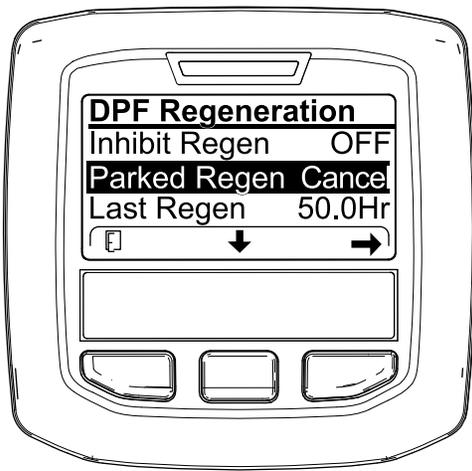

Figura 65
- Acceda al menú DPF Regeneration (Regeneración de DPF) (Figura 65).
2. Pulse el botón central para desplazarse hacia abajo, hasta la opción PARKED REGEN CANCEL (Cancelación de regeneración con máquina aparcada) (Figura 65) o la opción RECOVERY REGEN CANCEL (Cancelación de regeneración de recuperación) (Figura 66).
3. Pulse el botón derecho para seleccionar la opción Regen Cancel (Cancelación de regeneración) (Figura 65 o Figura 66).